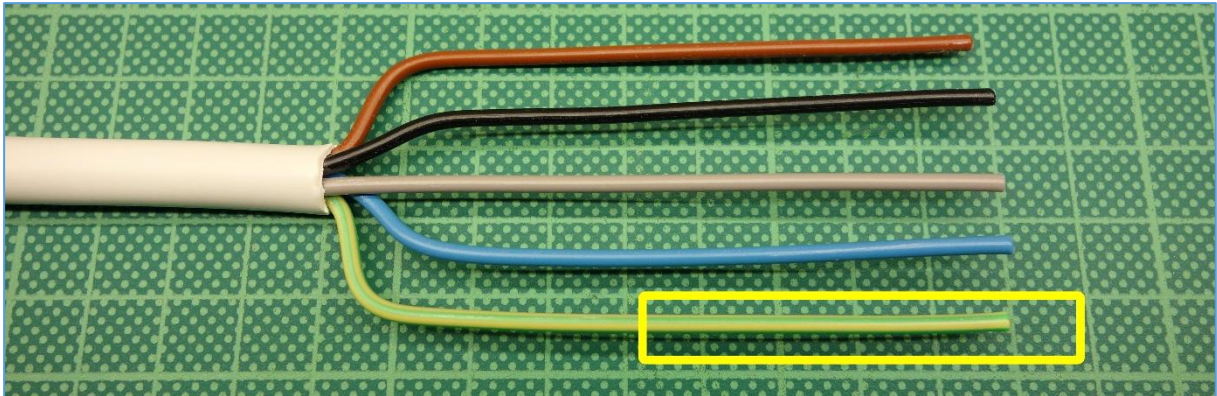

Bild 55
Der **Schutzleiter (PE)** hat die Drahtfarbe gelb-grün und ist **kein** aktiver Leiter, da dieser im Normalbetrieb keinen Strom leitet (Bild 55).